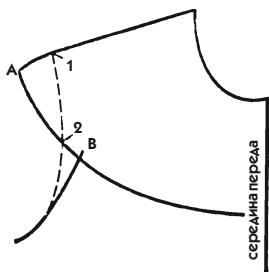
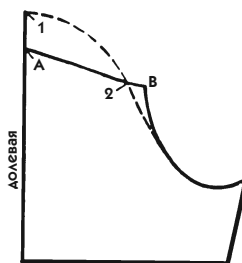

Рис. 674
Рис. 675
Рассмотрим, как преобразуется рукав, представленный на рис. 674. Речь идет о минимальном изменении рукава в соответствии с проймой, не имеющей ничего общего с фантазийной проймой, для которой пригоден лишь рукав покроя «кимоно», о котором мы поговорим ниже.
1. На лекале лифа проведите линию проймы базового лекала, которая показана на рис. 674 пунктиром.
3. Измерьте длину проймы лифа между засечками 1 и 2 и перенесите эту величину + 10% на соответствующую часть рукава (см. рис. 675).
4. Отложите по линии долевой нити рукава величину, равную расстоянию между засечками 1 и А на лифе (рис. 674). Поставьте засечку А на рукаве (рис. 675).